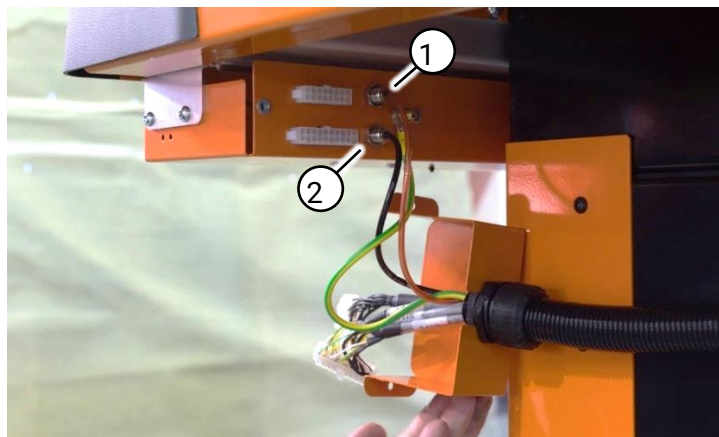

Fig. 17 Aansluitingen voor de persluchtbesturing
1.2 Sluit de rode draad aan op de bovenste pen (Fig. 17 (1)) en de zwarte draad op de onderste pen (Fig. 17 (2)).